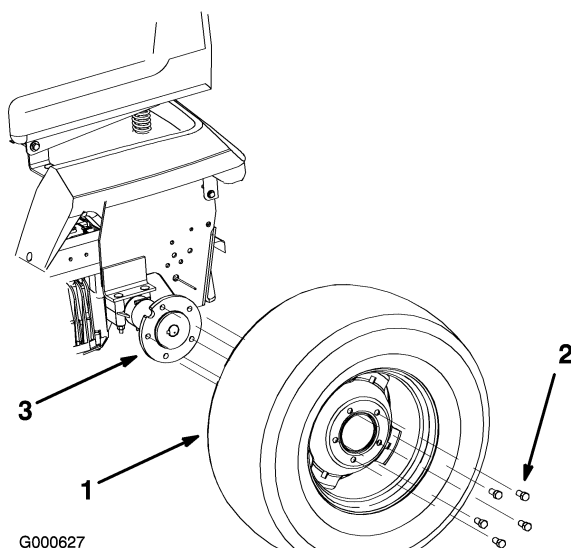

Figura 8
1. Montate la ruota posteriore sul mozzo, con lo stelo della valvola all'interno (Figura 8).